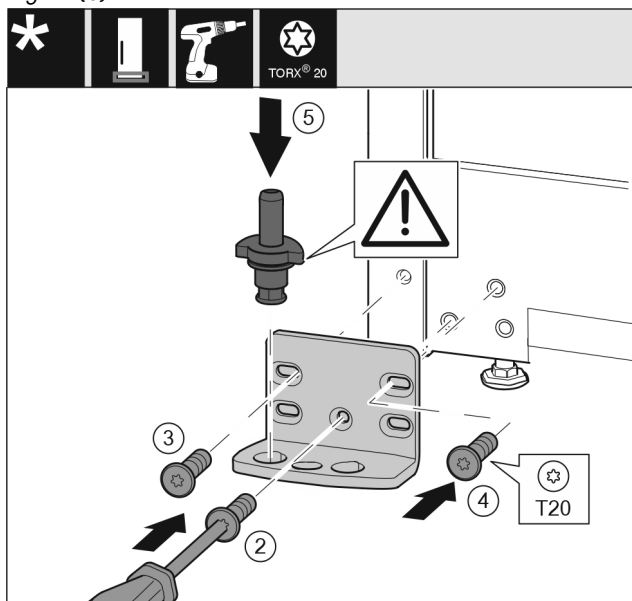

Fig. 18
- ▶ Płytkę zawiasu założyć z drugiej strony i przykręcić przy pomocy śrubokręta T20. Rozpocząć od śruby 2 dolnej umieszczonej na środku. Fig. 18 (2)
- ▶ Dokręcić śrubę 3 i 4. Fig. 18 (3,4)
- ▶ Założyć cały sworzeń płytki zawiasu. Przy tym zwrócić uwagę, by krzywka zatraskowa wskazywała do tyłu. Fig. 18 (5)